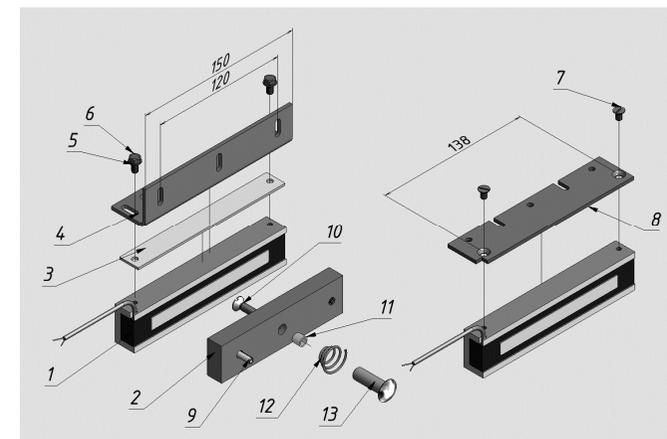
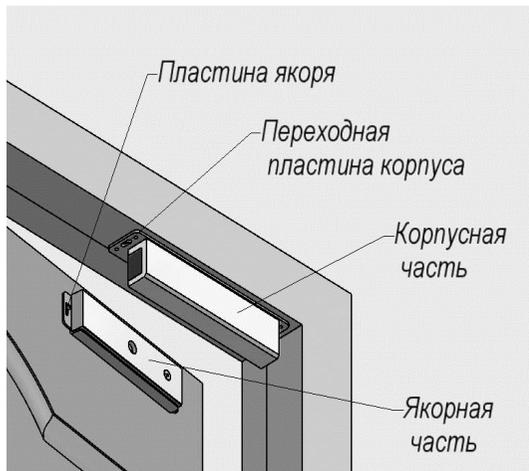

Рисунок 1
Рисунок 3
В комплект поставки **AL-180FB-01** (рисунок 1) входят:
- **L-уголок AL-150**- для крепления корпуса замка (поз. 4 рисунок 1);
5.2 Корпусная часть замка размещается в верхней части дверной коробки (рисунок 3). Крепление корпусной части замка к дверной коробке производится с помощью переходной планки (рисунок 1 поз.8) или монтажного уголка (рисунок 1 поз.4).
5.3 При установке корпуса на переходную планку (рисунок 1 поз.8) крепление корпусной части к планке выполняется винтами М5х8 (поз.7). Предварительное крепление планки с корпусом к дверной коробке выполняется саморезами через регулировочные пазы в планке.
5.4 При установке корпуса на монтажный уголок (рисунок 1 поз.4) крепление корпусной части к угольнику осуществляется через переходную планку (поз. 3) болтами М5х10 с шайбами (поз.5, 6).